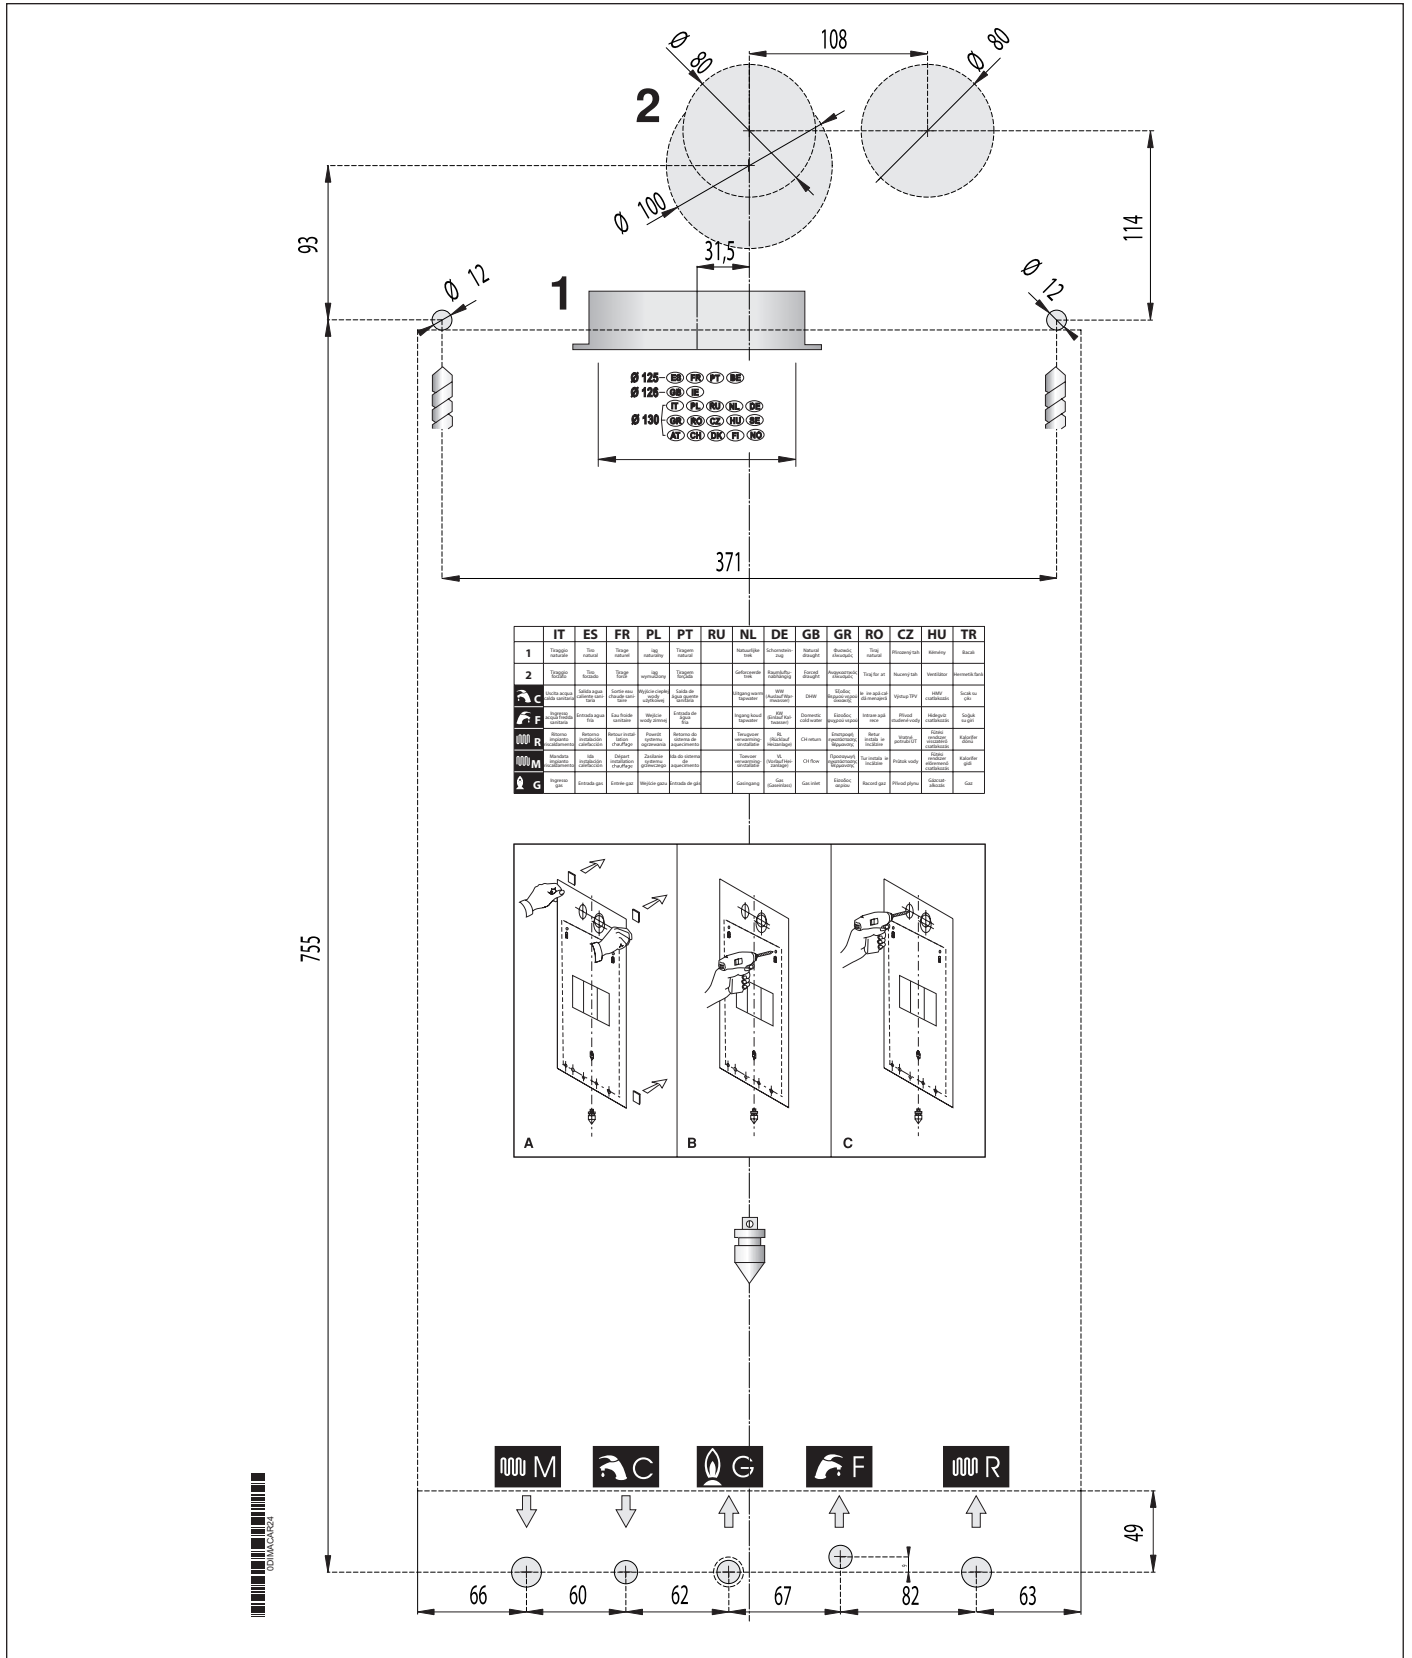

Fig. 11 Plantilla de instalación
- la plantilla de fijación de la caldera a la pared (ver Fig. 11 Plantilla de instalación).
Cada aparato está provisto de una plantilla de papel correspondiente (ver Fig. 11 Plantilla de instalación).